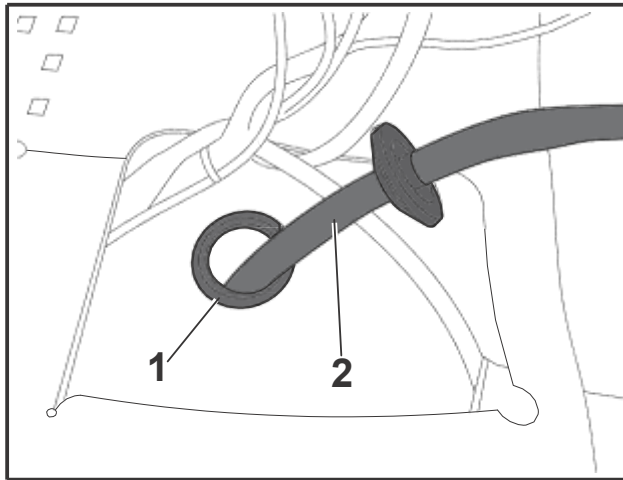
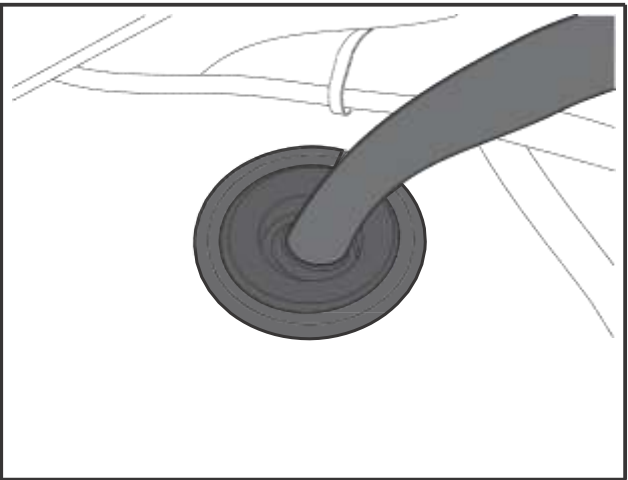

图 2：线缆穿孔，双厢
图 3：导线束，双厢
- 7b. 双厢型车辆：拆下左侧座椅下面的车辆塞头（图 2/1），将塞头的内盖切割出来，然后将塞头重新装入车辆。将导线束（图 2/2）从外侧穿过塞头中的开口拉入车辆内部空间，并使用固定在导线束上的线缆穿孔密封（图 3）。额外使用车间工具（例如丁基带）密封线缆穿孔/塞头。